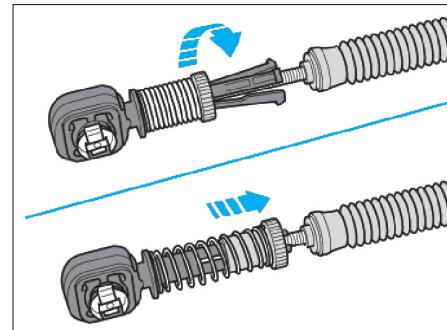

Fig. 16
- Sur chaque câble, tourner maintenant le mécanisme de sûreté vers la gauche jusqu'en butée (**Fig.16**).
- Remettre la pique (2) dans sa position initiale.